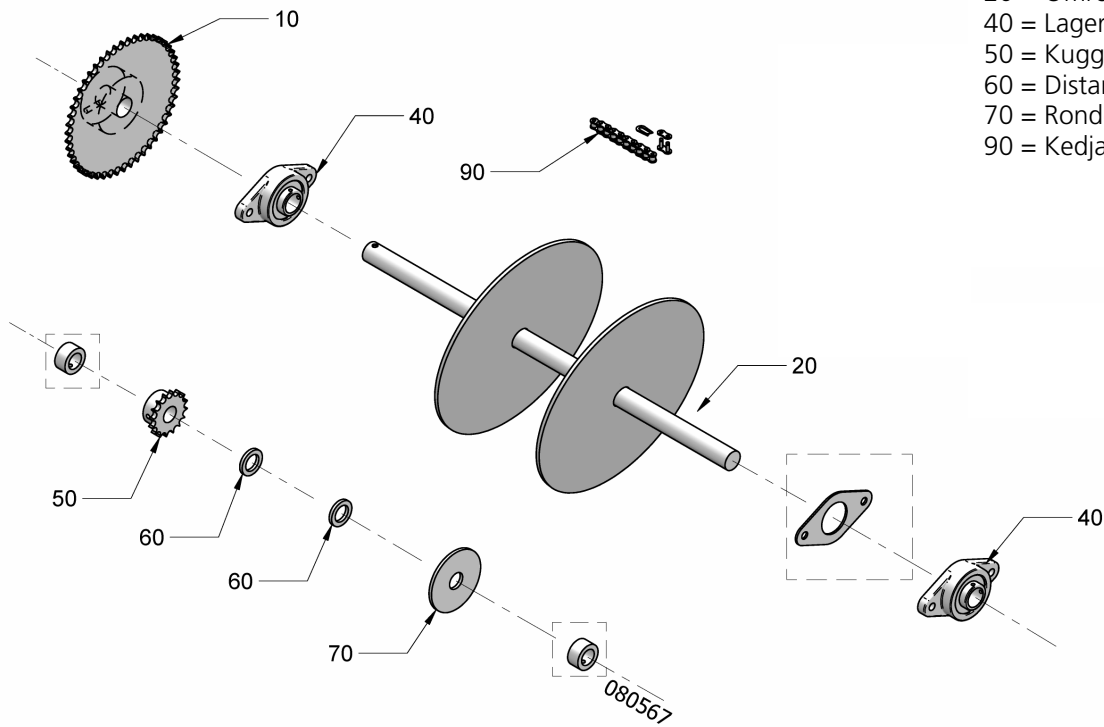

Fig. 4 (Omrörare för eftermontage)
- l. De smala sidoplåtarna mellan magasinet och panndelen lyfts bort. Täcklocket demonteras och lagersätet (40) monteras (se fig. 4). Glöm ej packningen.
- m. Det andra lagersätet (40) träas på omröraraxeln.